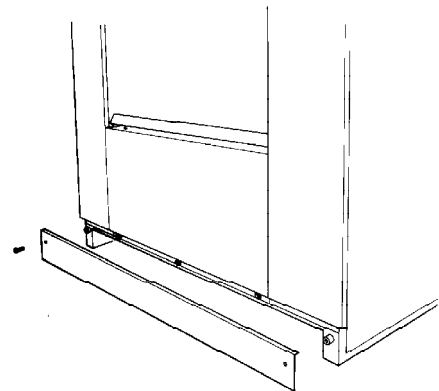

fig. 17
- Assemble the toe plate (*fig. 17*). This piece is shipped disassembled. The fixing screws are secured in the toe plate fixing brackets.
- Montar el zócalo frontal (*fig. 17*). Esta pieza se envía desmontada del resto de la máquina. Los tornillos de fijación están atornillados en los soportes de fijación del zócalo.
- Monter le socle frontal (*fig. 17*). Cette pièce est envoyée démontée du reste de la machine. Les vis de fixation sont vissés sur les supports de fixation du socle.
-Assemble the front toe plate **(fig. 17)**. This piece is shipped disassembled. The fixing screws are secured in the toe plate fixing brackets.
- Montar el zócalo frontal **(fig. 17)**. Esta pieza se envía desmontada del resto de la máquina. Los tornillos de fijación están atornillados en los soportes de fijación del zócalo.
-Monter le socle frontal **(fig. 17)**. Cette pièce est envoyée démontée du reste de la machine. Les vis de fixation sont vissés sur les supports de fixation du socle.